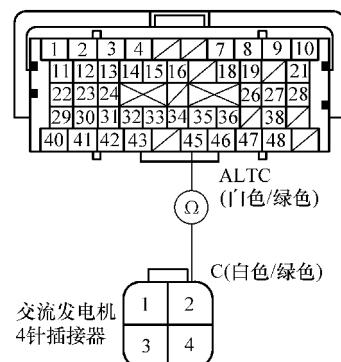

图 3-32 检查 B45 与交流发电机 2 号端子之间的导通性
11) 将 SCS 线路跳接至 HDS, 然后将点火开关转至 LOCK (0) 位置。
13) 如图 3-32 所示, 检查 PCM 插接器端子 B45 与交流发电机 4 针插接器 2 号端子之间是否导通。